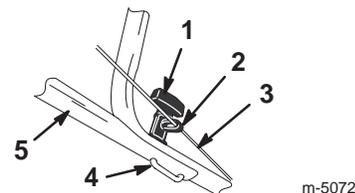

Figure 3
2. Desserrez les boutons et tirez les dispositifs de blocage du mancheron jusqu'à ce que la partie supérieure tourne librement (Fig. 3).
4. Insérez complètement les dispositifs de blocage du mancheron (Fig. 3).
5. Vérifiez que le guide-câble se trouve à la position indiquée dans la Figure 3.